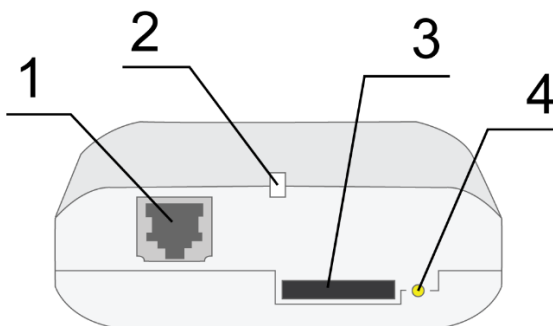
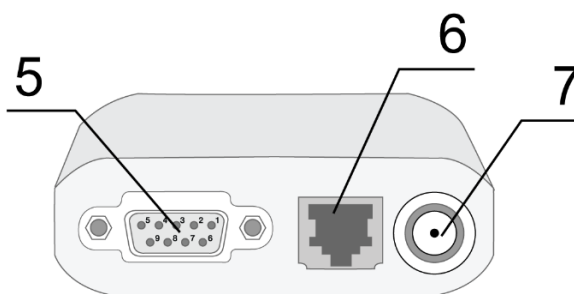

Рис. 2.1 Модем: вид спереди
Рис. 2.2 Модем: вид сзади
Модем представляет собой компактное устройство, выполненное в пластмассовом корпусе. Внешний вид модема представлен на рис. 2.1 и рис. 2.2.
1. Достать лоток SIM-карты, нажав на соответствующую кнопку (рис. 2.1).